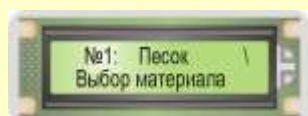

Рис. 9.2. Вид ЖКИ БУК в режиме «Выбор материала»
9.4.4. На клавиатуре БУК нажмите кнопку «ВЫБ» (при этом влагомер перейдет в режим «Выбор материала»), вид ЖКИ БУК приведен на рис. 9.2: